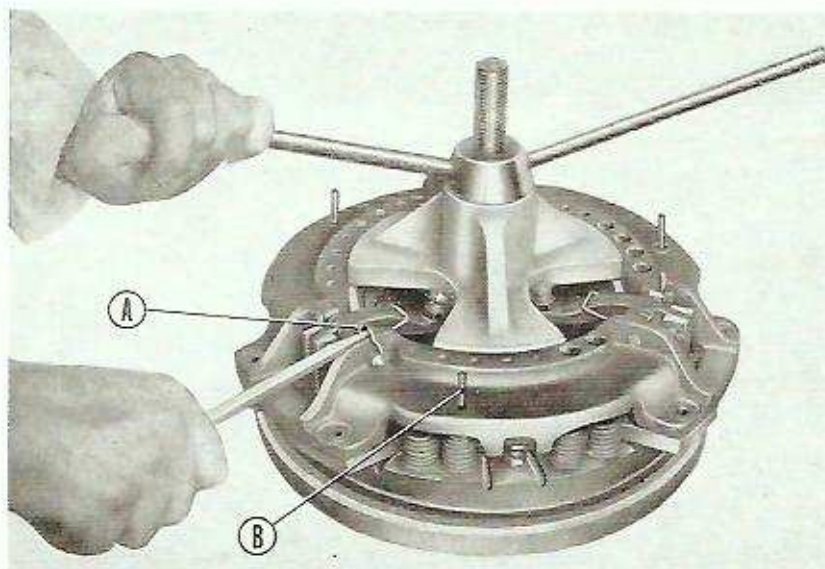

Fig. 2
- Dévisser et enlever les trois vis mises en place lors de la dépose de l'embrayage et les remplacer par 3 goujons destinés à assurer le guidage du couvercle lors du démontage (B Fig. 2).
- Dégager les goupilles cavalières des axes de leviers (A Fig. 2).